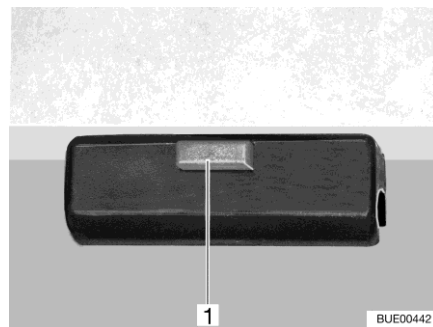

Bild 123 Lås
- Lossa låset (Bild 123,1) på bordsskivan.